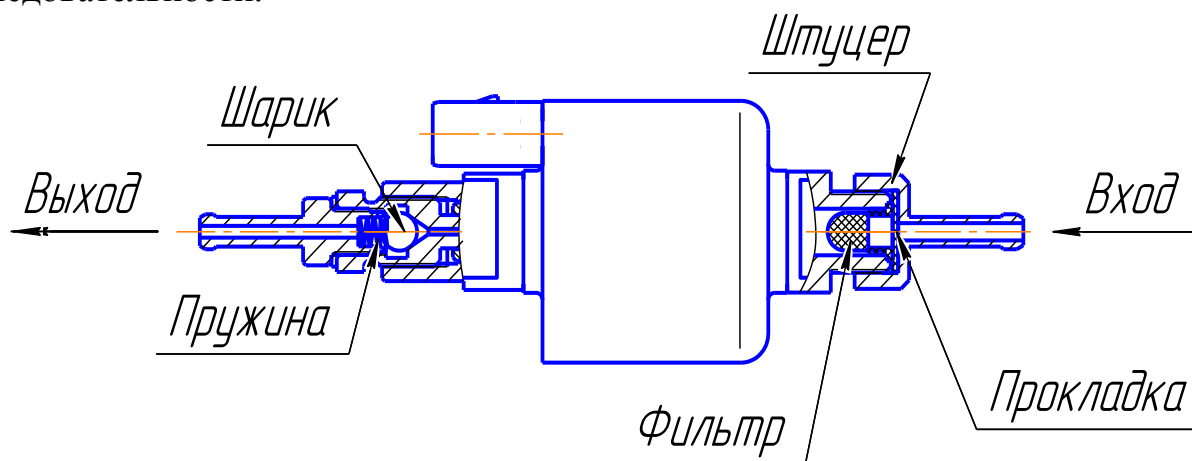

Рис. 11 -Топливный насос
5.8.1 Топливный насос «ТН7» или «ТН8» (рис. 11).
- проверить герметичность соединения между корпусом топливного насоса и входным штуцером (см. рис.11). Проверку производить воздухом давлением не более 1кгс/см^2 . Давление подводить со стороны входа при этом выходной штуцер заглушить. Если соединение негерметично необходимо заменить прокладку в штуцере (см. рис 11).